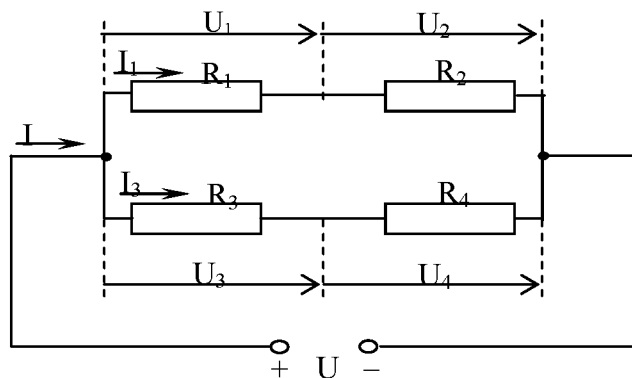
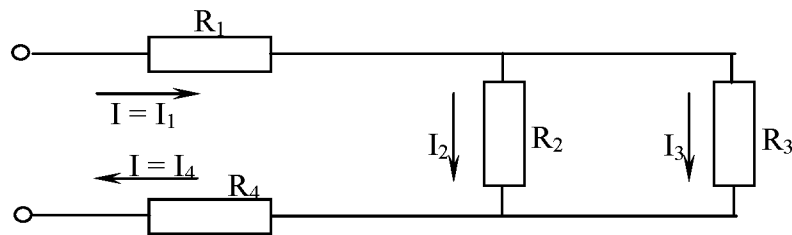

Рис. 1
Рис. 2
10. Эскизы и схемы должны быть выполнены в масштабе (кроме схем приборов, которые вычерчиваются в произвольном масштабе) по правилам ЕСКД. Они должны быть пронумерованы с нарастающим итогом (рис.1, рис.2... и т.д.) и соответственно подписаны.
Пример 2: На рис. 2 изображена электрическая цепь со смешанным соединением резисторов.
Это общее сопротивление, включенное в цепь вместо четырех сопротивлений схемы (рис.2), при таком же значении напряжения не изменит тока в цепи. Поэтому это сопротивление чаще называется общим эквивалентным сопротивлением цепи.